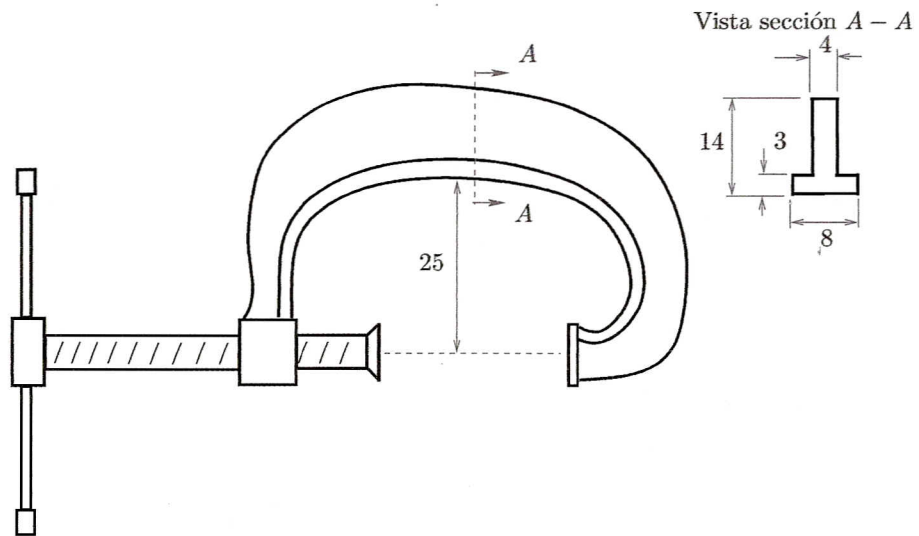

Figura 2: Prensa C.
2. (20 puntos) La prensa C mostrada en la Figura 2 está hecha de acero. Determine la fuerza de sujeción permisible P que la prensa puede ejercer si se desea un factor de seguridad de 4.